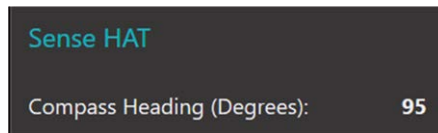

Figure 12.7 Affichage du cap de la boussole
- Rejoindre les groupes, cliquez **Déployer**, et démarrez votre tableau de bord. Vous devriez voir le cap du compas du nord affiché dynamiquement comme indiqué dans la figure 12.7